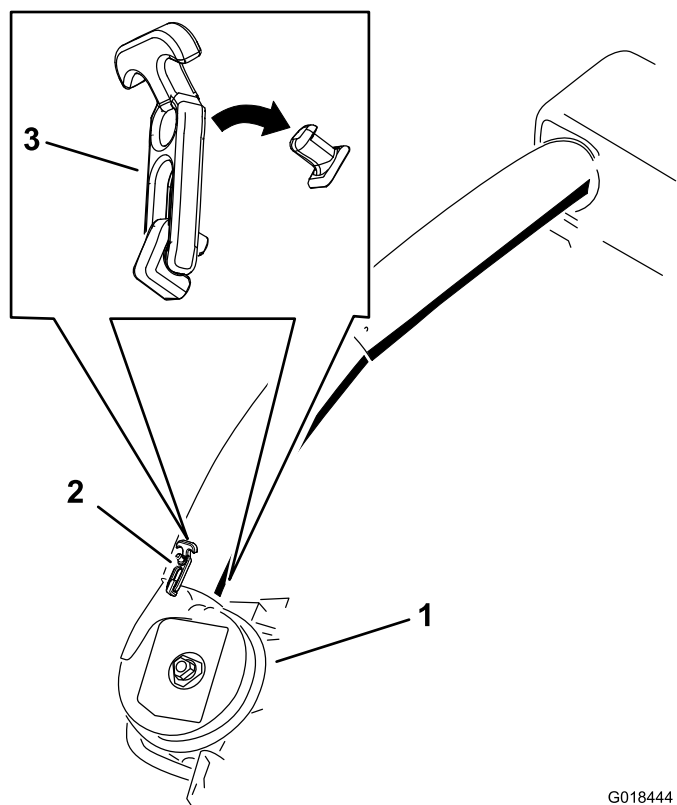

Figura 29
5. Utilize ambos os trincos para instalar o tubo inferior no conjunto do soprador (Figura 29).
20. Utilize ambos os trincos para instalar o tubo inferior no conjunto do soprador (Figura 29).